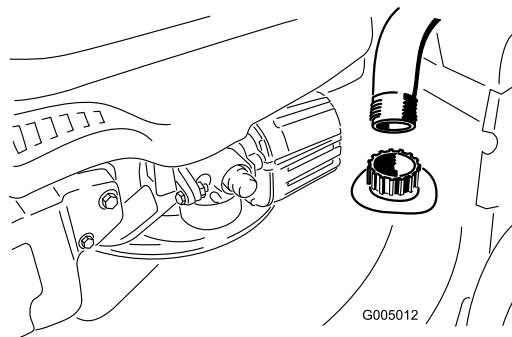

Figura 42
3. Introduzca una manguera de jardín conectada a un grifo en el orificio de lavado de la carcaza del cortacésped (Figura 42).